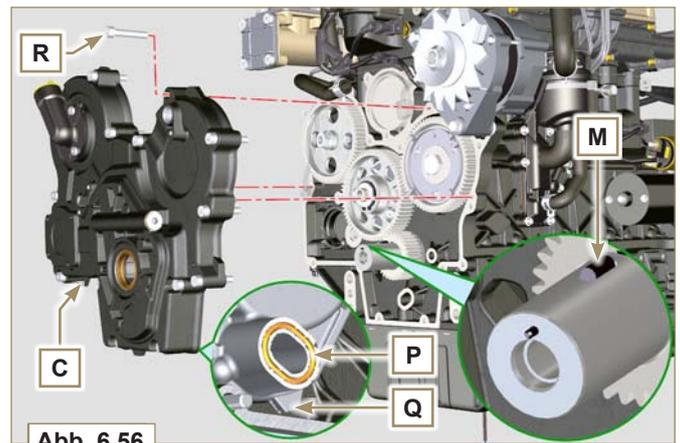

Abb. 6.56
- 3 - Sicherstellen, ob der Keil **M** (**Abb. 6.56**) korrekt in die Kurbelwelle eingesetzt wurde und nach oben weist.